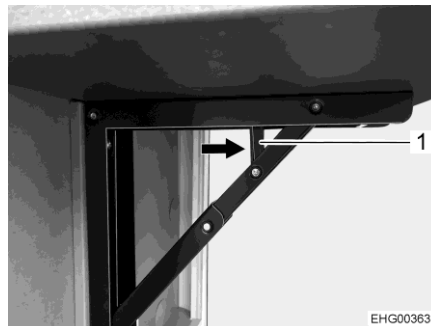

Fig. 28 Déverrouillage
- Pousser le déverrouillage (Fig. 28,1) dans le sens de la flèche.